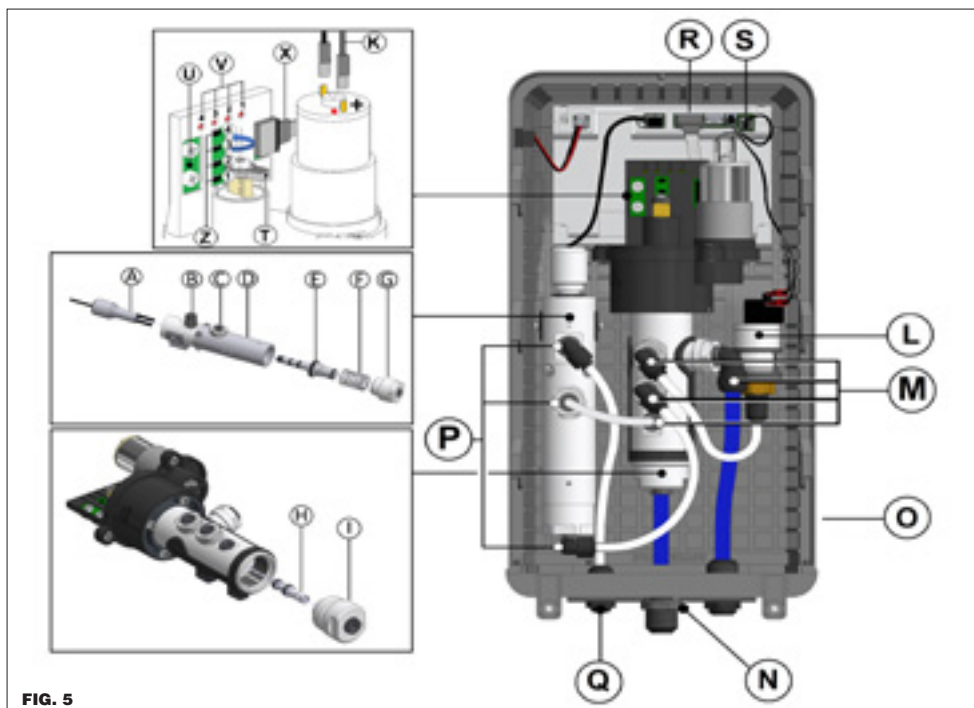

FIG. 5
**LEGENDA (fig. 5):**
**LEGEND (fig. 5):**